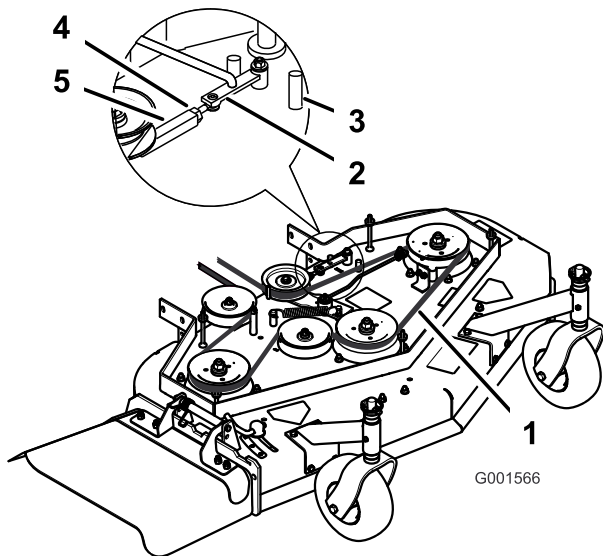

Figure 47
3. Desserrez le contre-écrou sur le tendeur (Figure 47).
4. Tournez le tendeur vers l'arrière de la tondeuse pour augmenter la tension sur la courroie. Tournez le tendeur vers l'avant de la tondeuse pour réduire la tension sur la courroie (Figure 47).